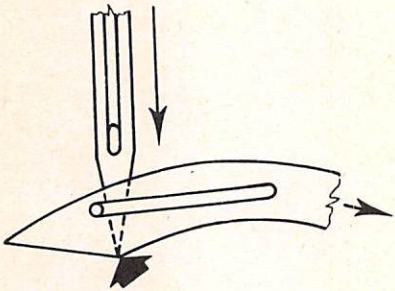

Fig. 19
3. Sulle teste ad 1 ago punto catenella doppia classe 264 la punta dell'ago, durante la sua discesa, deve coincidere con il punto di convergenza delle 2 linee che formano il profilo inferiore della lama del crochet (fig. 19).
3. On Class 264 1-needle double locked chainstitch machines the needle point, during the downward movement of needle, must coincide with the point of convergence of the 2 lines forming the lower outline of the looper blade (fig. 19).